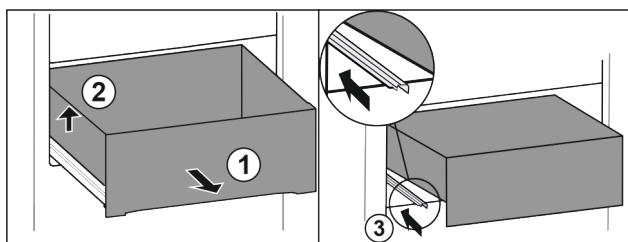

Fig. 23
- ▶ Træk skuffen ud indtil anslag. Fig. 23 (1)
- ▶ Løft skuffen i venstre side. Fig. 23 (2)
- ▶ Skub den venstre skinne ind. Fig. 23 (3)